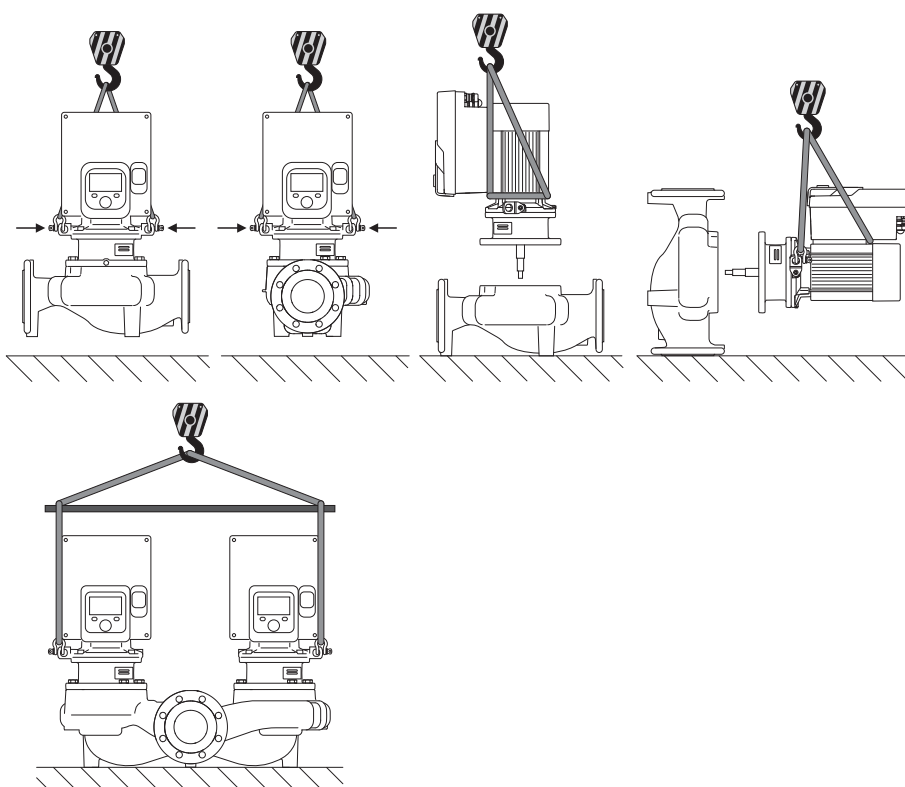

Fig. 6: Напрямок підіймання
Транспортувати насос потрібно за допомогою призначених для цього вантажозахоплювальних засобів (поліспаст, кран тощо). Вантажозахоплювальні засоби слід кріпити до спеціальних транспортувальних вушок на фланці двигуна. Підіймальні петлі за потреби треба зсунути під проміжну пластину (Fig. 6).
2. Для безпеки закріпити вставний модуль (Fig. 4) необхідними підйомними пристроями за транспортувальні вушка. Щоб вузол не перекинувся, закріпити двигун і адаптер електронного модуля ременем, як показано на Fig. 6. Під час закріплення не допускати пошкодження електронного модуля.